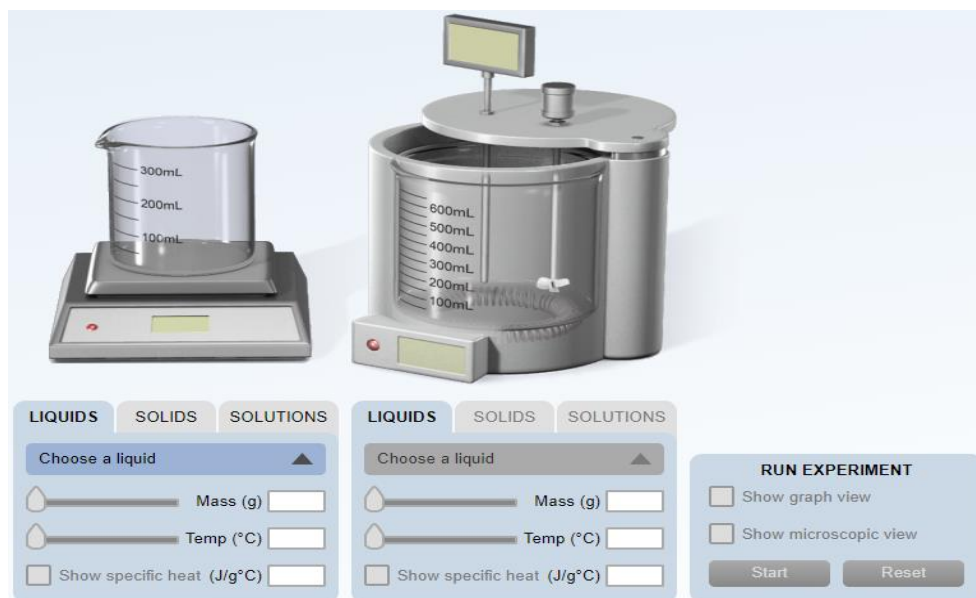

Figura 1. Simulador *Calorimetry*
10. Vaya a la pestaña del **experiment** y corra dé clic en **run experiment**. Debe observar la imagen que se muestra en la figura 1.